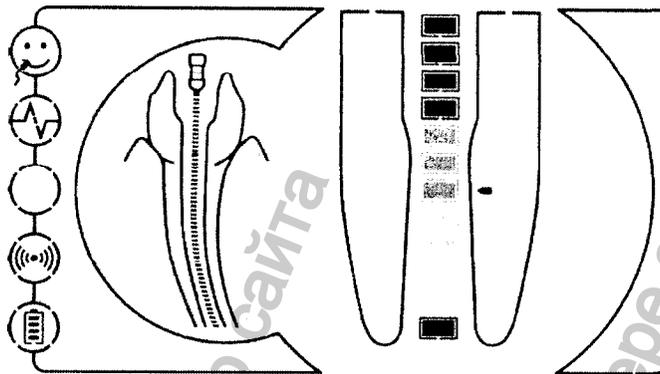

Рис. 13
- Удерживать кнопку **Режим** ок. 1 секунды, пока не раздастся дополнительный сигнал. На правой стороне в APEX ZOOM положение требуемого виртуального апекса отображается стрелкой (Рис. 13).